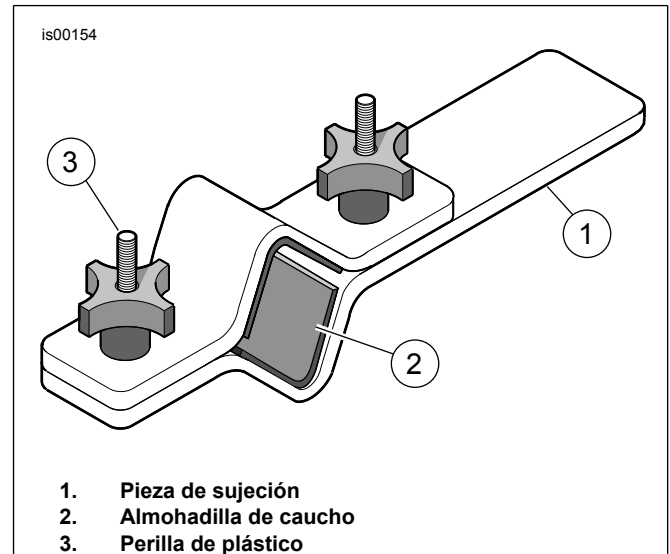

Figura 1. Sujetador para tubos de horquilla (HD-41177)
3. Vea Figura 1. Instale la horquilla en el sujetador para tubos de horquilla (HD-41177) como sigue:
- a. Sujete el extremo de la herramienta (1) en una prensa de banco en posición horizontal.
- b. Con el perno de la tapa de la horquilla hacia arriba, sostenga el tubo de la horquilla entre las almohadillas de caucho (2) en el lado interior de la herramienta. Apriete las perillas (3) hasta que el tubo de la horquilla esté sujetado firmemente.